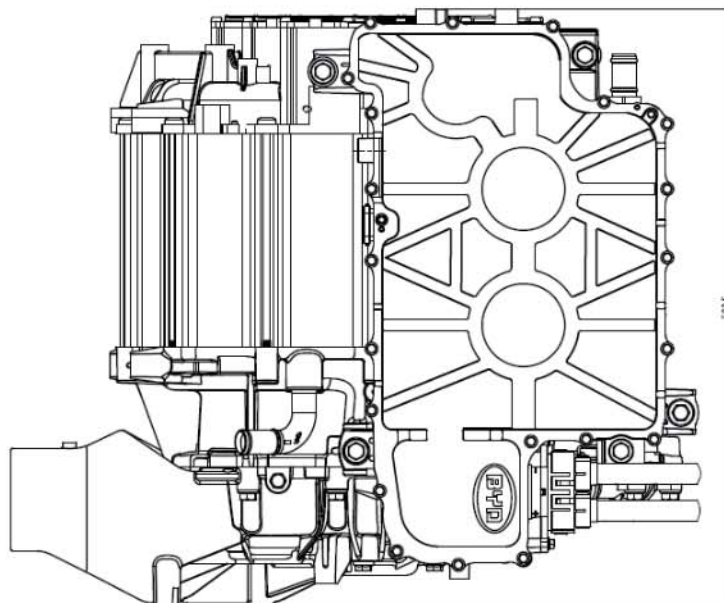

图 6
1. HADEC 前驱电动总成外观尺寸大小： $A \times B \times C = 582\text{mm} \times 504\text{mm} \times 328\text{mm}$ （见下图 6）：